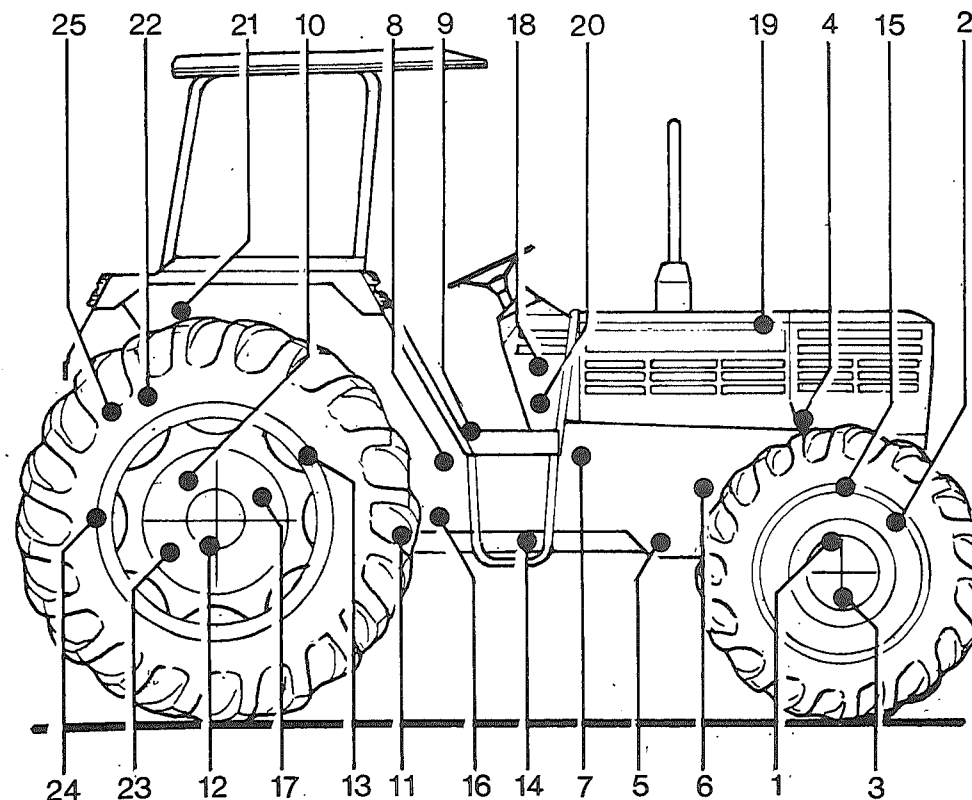

Fig. 29
POINTS DE GRAISSAGE (Fig. 29)
- vidange huile moteur (4 et 5 fig. 29).
- vidange huile boîte de vitesses-différentiel (9 - 10 - 11 et 12 fig. 29).
- vidange huile de la station automatique de contrôle (21 et 22 fig. 29).
- contrôle du niveau huile moteur (2 fig. 29).
- graissage pivot pédale blocage différentiel (13 fig. 29).
- graissage pivot pédale d'embrayage (8 fig. 29).
- graissage butée de débrayage (7 fig. 29).
- graissage pivot central oscillant essieu avant (2 fig. 29) ou pont avant (4 et 5 fig. 30).
- graissage des axes des pédales de freins (16 fig. 29) et pivots des leviers freins de greffe (17 fig. 29).
- graissage engrenages (25 fig. 29) du tirant droit de relevage.
- graissage tirants de relevage S.A.C. (24 fig. 29).
- graissage de l'arbre support des bras de traction S.A.C. (23 fig. 29).
- (seulement 2 RM) graissage des pivots des roues (1 fig. 29).
- (seulement 4 RM) graissage support central arbre de transmission (14 fig. 29).
- (seulement 4 RM) graissage central de direction (15 fig. 29).
- Remplacement de l'huile du moteur (4 et 5 fig. 29).
- Contrôle du niveau de l'huile boîte de vitesses-différentiel (9 fig. 29).
- Contrôle du niveau de l'huile de l'hydroguide (19 fig. 29) si elle est montée.
- Contrôle du niveau de l'huile de la station automatique de contrôle (21 fig. 29).
- (Seulement 2 RM) Nettoyage et graissage roulements moyeux des roues AV (3 fig. 29).
- Remplacement de l'huile de l'hydroguide (19 et 20 fig. 29) si elle est montée.
- Contrôle niveau huile boîtier direction (18 fig. 29).
- Vidange huile boîte de vitesses-différentiel (9, 10, 11 et 12 fig. 29).
- Vidange huile de la station automatique de contrôle (21 et 22 fig. 29).